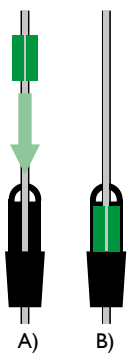

Abbildung 1. Kabelgewichte und Befestigungsschleife werden mit einem Spannteil am Kabel befestigt (A-B).
- Wenn die Flüssigkeit dickflüssig ist oder seitliche Bewegungen des Schwimmkörpers eher unerwünscht sind, empfehlen wir den Einsatz von größeren Kabelgewichten, die wir auf Wunsch mitliefern können. Die Gewichte werden mit einem Spannkeil am Kabel befestigt (Abb. 1).